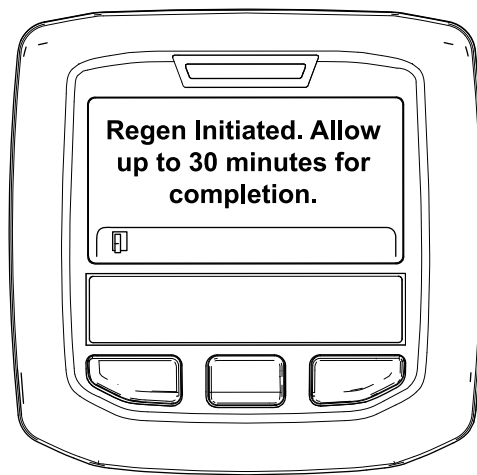

Figura 55
- Si la regeneración se permite, aparece el mensaje "Regen Initiated. Allow up to 30 minutes for completion" (Regeneración iniciada, espere 30 minutos hasta que finalice) en el InfoCenter y debe esperar a que la máquina finalice el proceso de regeneración con la máquina aparcada (Figura 55).